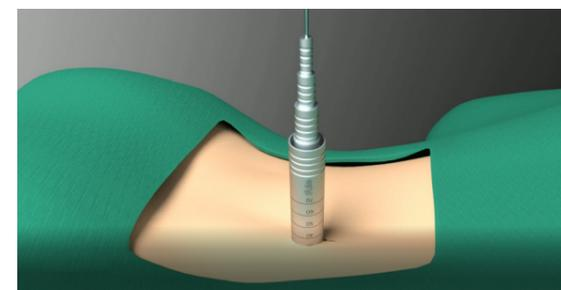

图 2b
- 取出神经探测针，将转移套管放置到位，将金属丝套筒的末端插入阀瓣中，移除套筒，正在侧视图中，将扩张器推入到标记线位置，穿过椎间盘间隙的一半（图 2b）。